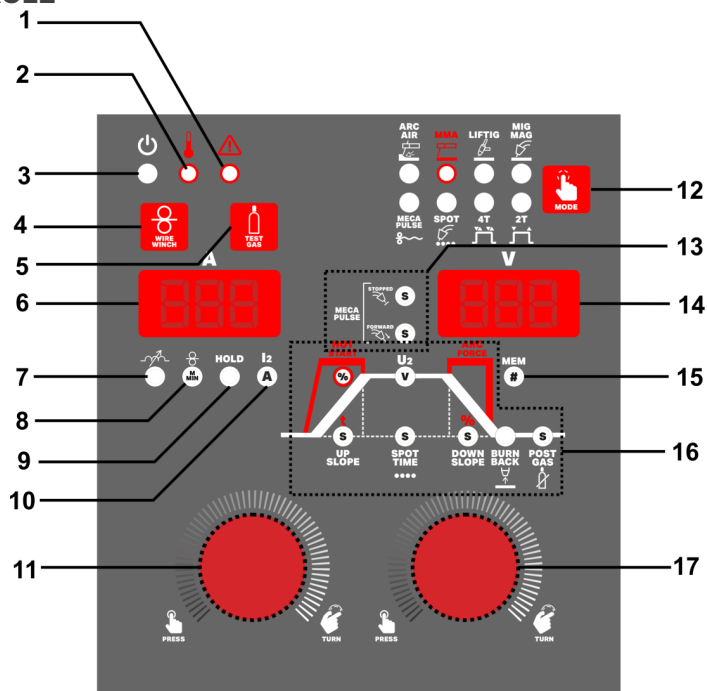

Fig. 1
- Dévisser l'écrou de serrage (1 - Fig.2) pour placer la bobine de fil sur le support de bobine de fil (4- fig.1). Confirmer que le système de freinage (2- Fig.2) est opérationnel, avec la broche (5- Fig.2) correctement insérée dans le trou de la bobine (3- Fig.2). Une fois la bobine de fil installée, serrer l'écrou.